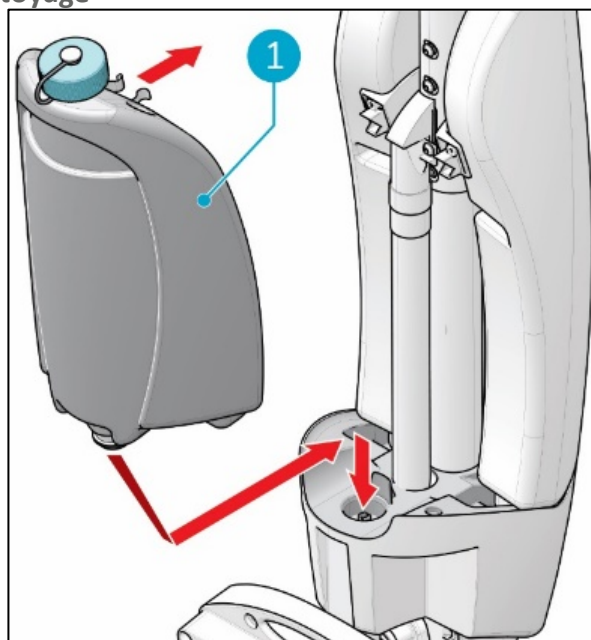

Figure 12
1. Placez le réservoir (Figure 12, pos 1) sur l'i-mop® XXL basic avec la valve en premier.